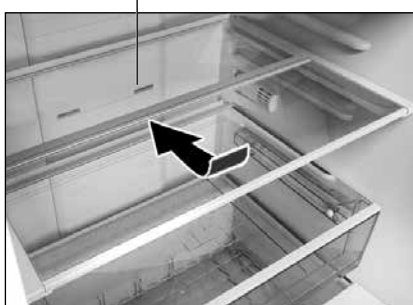

Figura 7
4.1.4 Dacă este necesar să plasați containere înalte în CF, este necesar să ridicați partea din față a raftului-sticlă (pliant) și să o împingeți sub partea din spate, în conformitate cu desenul (figura 7).